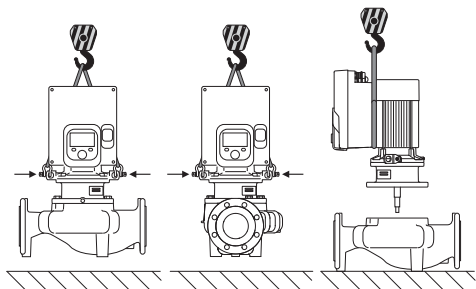

Fig. 6: Lyftriktning med vertikal motoraxel
Pumpen ska transporteras med tillåtna lyftanordningar (till exempel lyftblock, kran osv.). Lyftanordningar ska fästas på transportöglorna som finns på motorflänsen. (Fig. 6, visas här: lyftriktning med vertikal motoraxel).
1. Lämna två transportöglor (Fig. I, pos. 30) på motorflänsen.
2. Fäst instickssatsen (Fig. 4) på transportöglorna med lämplig lyftutrustning i säkringssyfte. Lägg en rem runt motorn och adaptern till elektronikmodulen enligt Fig. 6 för att förhindra att enheten faller. Undvik att skada elektronikmodulen vid fastsättningen.
3. Lossa och ta bort skruvarna (Fig. II, pos. 29).